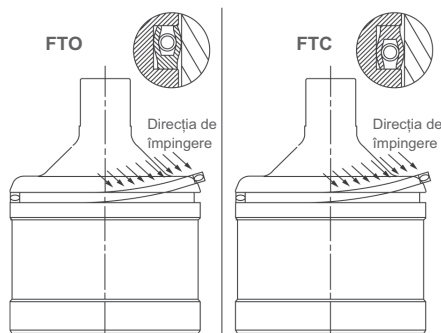

Figura 9
- Așezați inelul peste vârful conic al dopului, astfel încât marginile inelului să fie orientate spre presiune (a se vedea Figura 9).
**În direcția de asamblare a inelului radial (11F) de pe dop (a se vedea Figura 9). Fluxul tinde să se deschidă: partea deschisă se află în partea de sus. Fluxul tinde să se închidă: partea deschisă se află în partea de jos.**
- Glisați inelul în canelură (fără a-l roti), așa cum se arată în Figura 9. Această operațiune poate fi facilitată prin încălzirea inelului. Temperatura inelului nu trebuie să depășească 150°C.